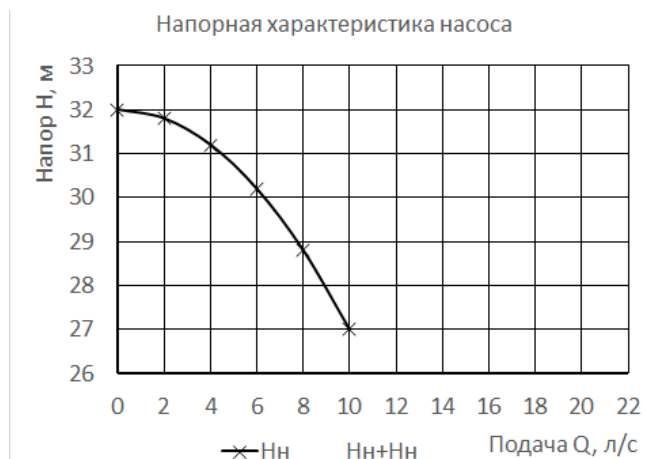

Рис. 5.
4. Охарактеризовать область применения параллельного соединения насосов и построить напорную характеристику двух параллельно соединённых насосов с одинаковыми напорными характеристиками. Напорные характеристики насосов приведены на рис. 5.